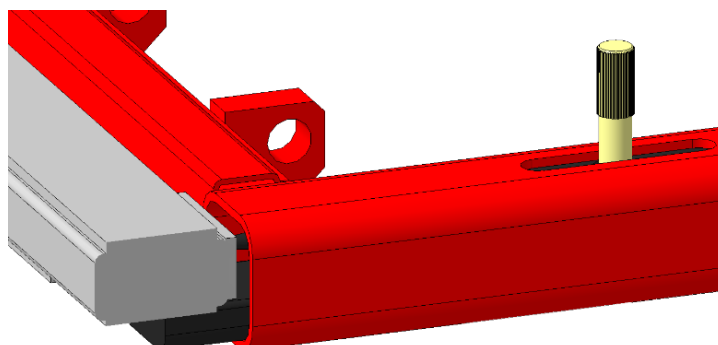

Рисунок 37
- Приподнимите ножничный подъемник до лёгкого касания подхвата телескопической задвижки нижней плоскости центральной перемычки (рисунок 37).